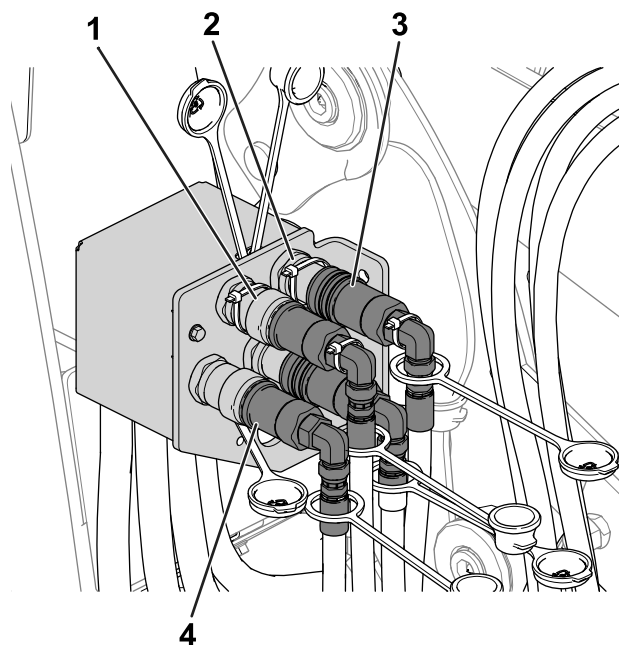

Figure 52
5. Rebranchez les coupleurs hydrauliques (Figure 52) en procédant comme suit :